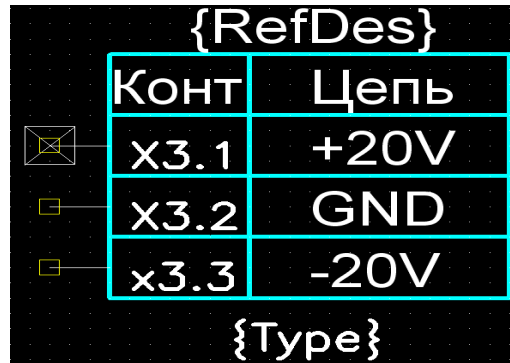

Рисунок 2.34 – Символ коннектора
1. Создадим символ коннектора (рис. 2.34). Шаг сетки на рис. 2.19 – 1.000 мм. x3.1, x3.3 – питание, x3.2 – «земля»